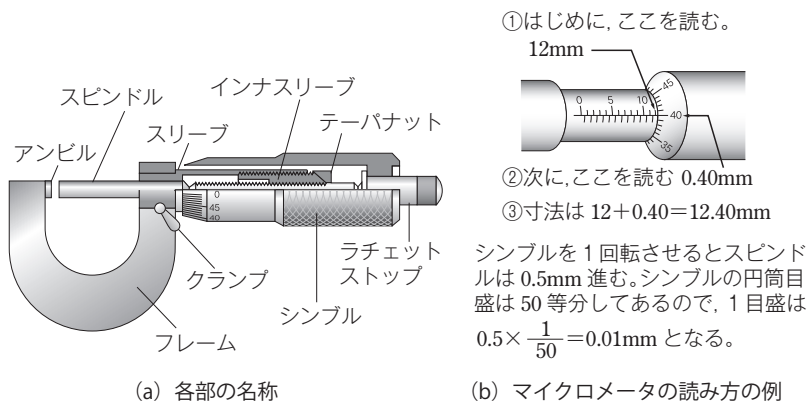

図 13 外側マイクロメータ
④ micrometer
(b) マイクロメータ^④ 長さのわずかな変位をねじの回転角で拡大する機構の測定器で、外側用（図13）・内側用・ねじ用・歯厚用などがある。長い精密ねじの製作はむずかしいので、測定範囲は0～25mm、25～50mmのように25mmおきに別々の測定器が必要になる。最小測定単位は、0.01mmが一般的であるが、バーニヤのついた0.001mmのものもある。